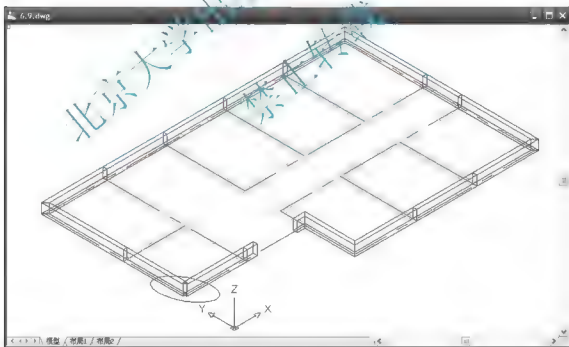
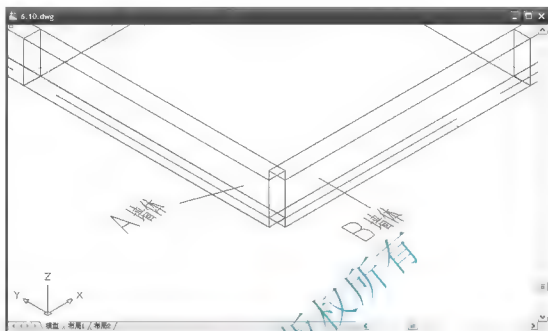
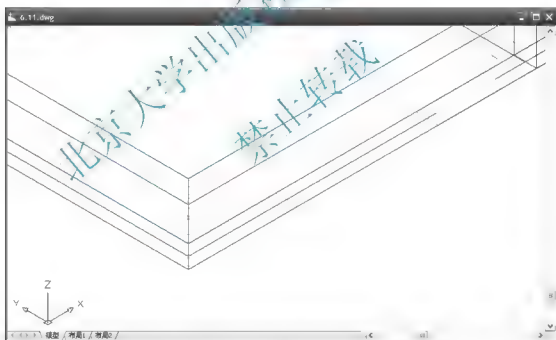

图 6.9 生成勒脚部位的墙
图 6.10 墙的转角处
图 6.11 连接转角处的墙体
- (5) 用相同的方法生成其他勒脚部分的墙，结果如图 6.9 所示。
- (6) 将图 6.9 内圆圈所示部分放大，结果如图 6.10 所示，可以发现在建筑的转角处存
(7) 输入“Pe”后按 Enter 键,启动多段线的编辑命令。
- ① 在选择多段线或 [多条(M)]: 提示下,选择图 6.10 中的 A 墙体。
- ② 在输入选项 [闭合(C)/合并(J)/宽度(W)/编辑顶点(E)/拟合(F)/样条曲线(S)/非曲线化(D)/线型生成(L)/反转(R)/放弃(U)]: 提示下,输入“J”后按 Enter 键。
- ③ 在选择对象: 提示下,选择图 6.10 中的 B 墙体,按 Enter 键结束命令,结果如图 6.11 所示。